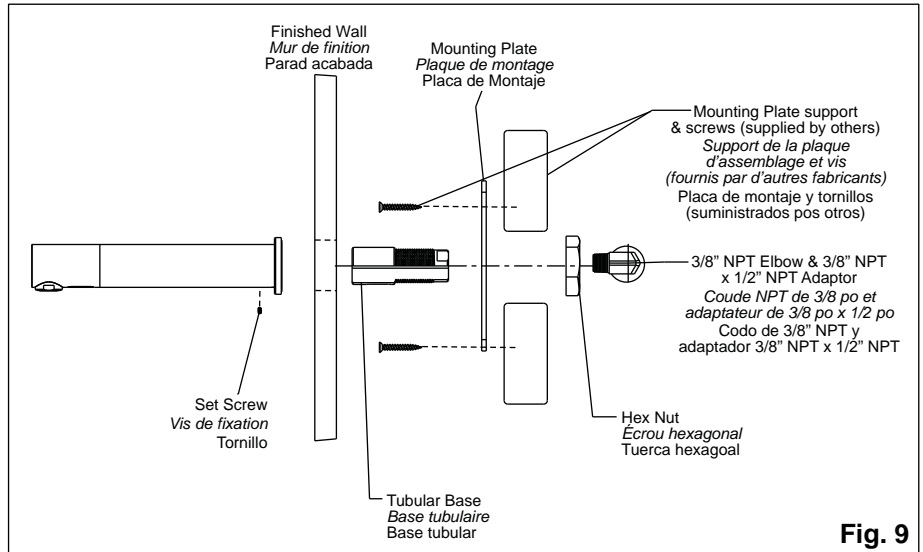

Fig. 9
7. Loosen set screw from bottom of faucet assembly to remove tubular base. See Figure 9 for set screw position.
7. Desserrez la vis de fixation du fond du robinet pour retirer la base tubulaire. Voir la figure 9 pour le positionnement de la vis de fixation.